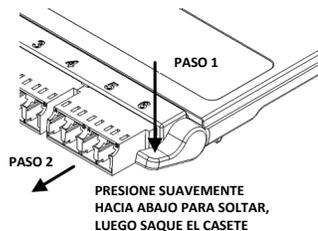

figura 15
4. Para quitar presione el botón de liberación y deslice el casete o placa adaptadora hacia adelante para sacarlos (figura 15).